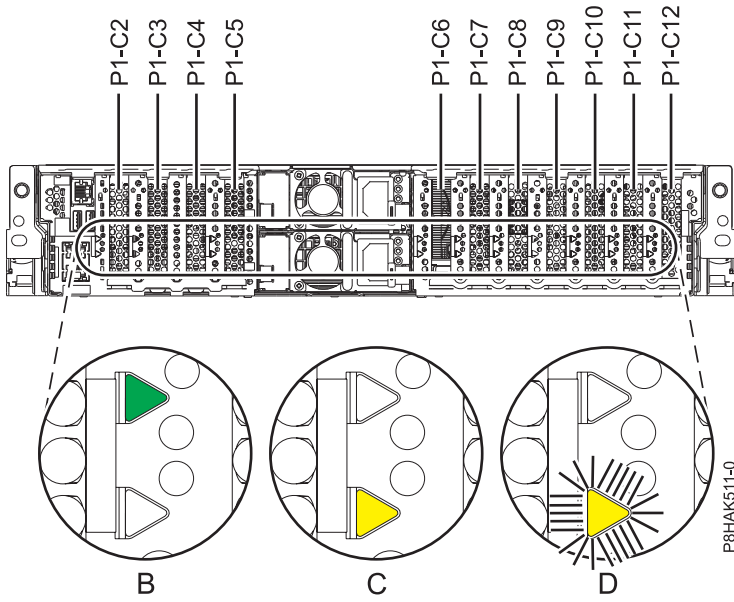

Figura 13. Ubicación de la ranura del adaptador PCIe y de los LED en el sistema 5148-21L, 5148-22L, 8247-21L, 8247-22L, 8284-21A o 8284-22A
1. Familiarícese con las ubicaciones de las ranuras del adaptador PCIe y los indicadores de servicio del adaptador PCIe al que desea aplicar el servicio. Los Adaptadores PCIe se instalan en la parte posterior del sistema. En la La Figura 13 en la página 24 muestra la ubicación de los adaptadores PCIe en un sistema 5148-21L, 5148-22L, 8247-21L, 8247-22L, 8284-21A o 8284-22A y de los diodos emisores de luz (LED) del adaptador PCIe.